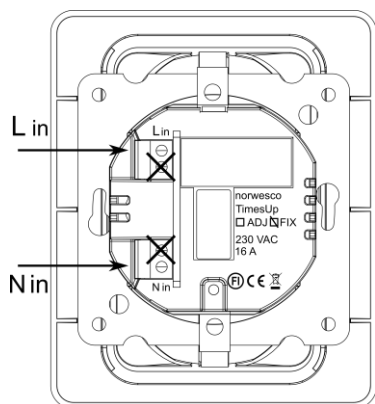

Bild 2
4. Anslut inkommande fas och nolla till ingående kopplingsplint, de yttersta anslutningarna på uttags baksida märkta L in resp. N in . Se bild 2